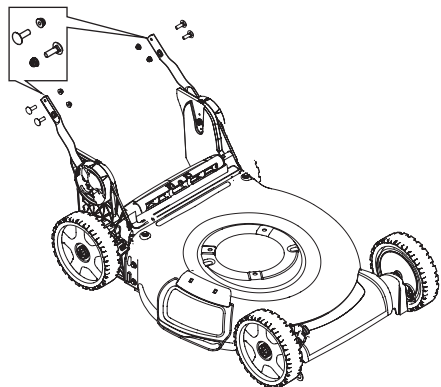

Figure 6
1. Retirez les quatre boulons de carrosserie et les écrous de la partie inférieure (Figure 6).